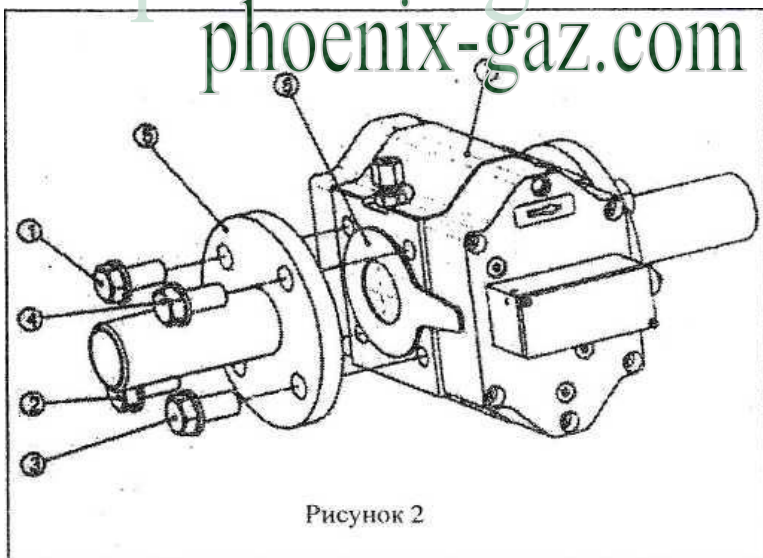

Рисунок 2
4.1 Схема монтажу ППФ показана на **рисунок 2**.